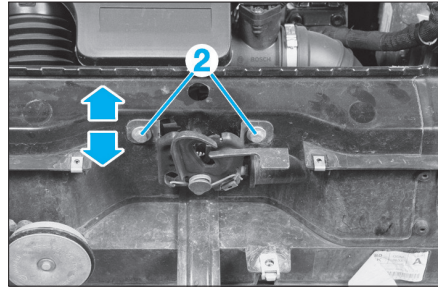

FIG. 99
- Le cas échéant, il est possible de régler le capot via la serrure de capot comme illustré (Fig.99).